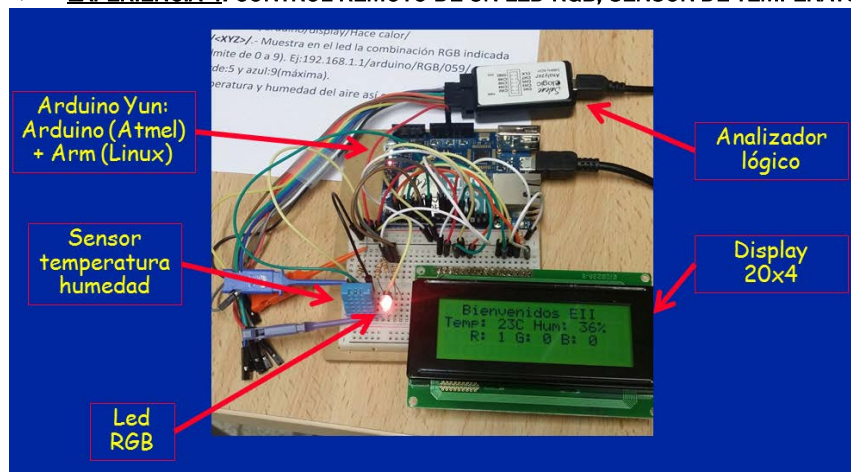

Figura 1. Hardware del control remoto realizado por los estudiante para la experiencia de ABP
**Descripción de la actividad:** Esta actividad se desarrolló en el laboratorio de la asignatura utilizando los siguientes componentes principales: Arduino Yun, Display 16x4, Sensor de temperatura, Led RGB, analizador lógico, Figura 1. Los estudiantes ya conocían las diferentes formas de interconexión de dispositivos de entrada/salida como I2C, GPIO, entradas analógicas. El alumno tenía que desarrollar un programa para Arduino que permitiera controlar éstos dispositivos de forma remota a través de un navegador web. El tiempo de desarrollo fue de 6 horas en dos sesiones.